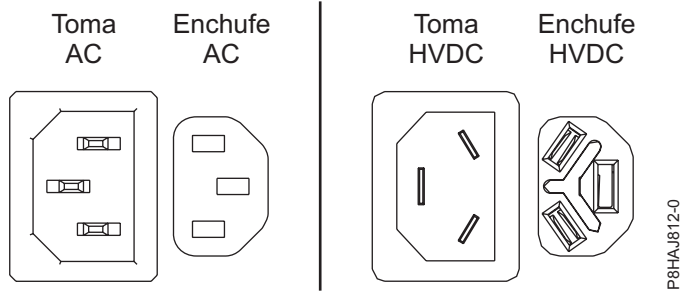
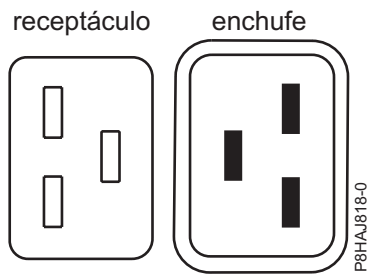
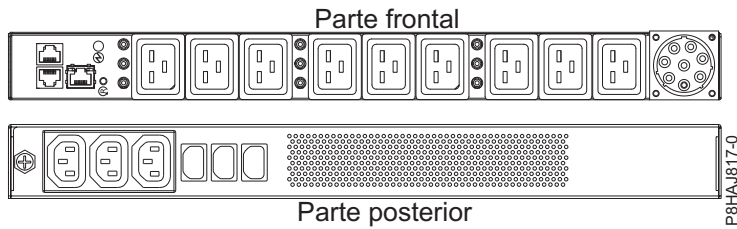

Figura 27. Conectores de CA y HVDC
Figura 28. Conectores para el sistema 8408-44E
Figura 29. PDU para el sistema 8408-44E
La Figura 27 en la página 51 muestra los conectores admitidos de corriente alterna (CA) y de corriente directa de alto voltaje (HVDC). La Figura 28 en la página 51 y la Figura 29 en la página 51 muestra los conectores admitidos y la unidad de distribución de alimentación (PDU) para el modelo 8408-44E.